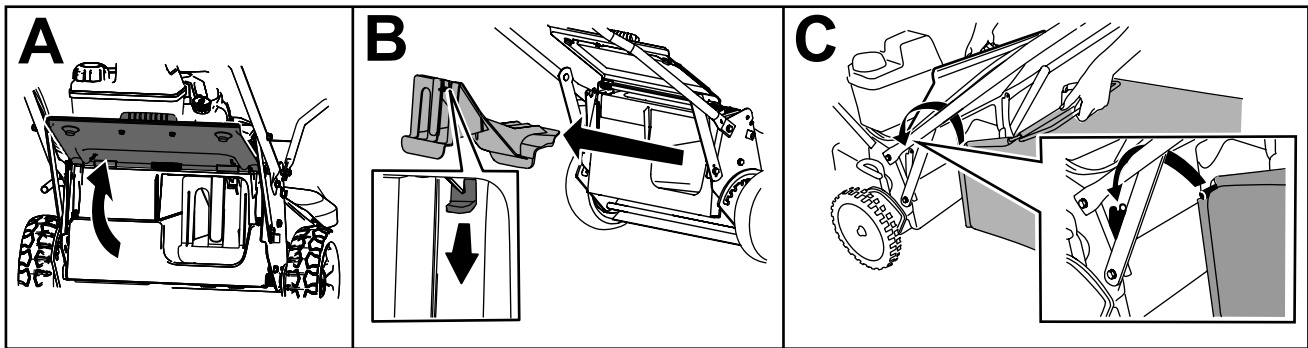

Figura 18
1. Levante y sujete el deflector trasero (Figura 18, A).
2. Retire el tapón de descarga trasero presionando hacia abajo sobre el enganche con el dedo pulgar y extrayendo del tapón de la máquina (Figura 18, B).
3. Instale la varilla de la bolsa en las muescas de la base del manillar y mueva la bolsa hacia adelante y hacia atrás para verificar que la varilla está asentada en el fondo de cada muesca (Figura 18, C).